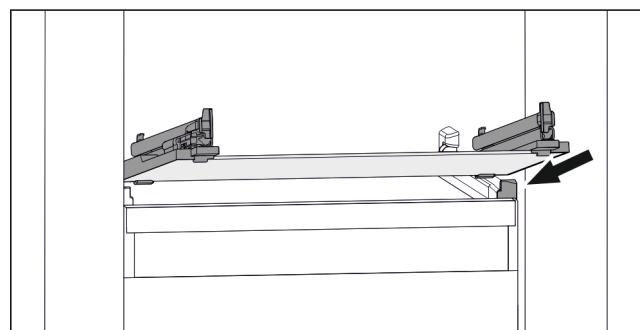

Fig. 159 Reprezentare exemplificativă a plăcii de sticlă
- Așezați placa de sticlă oblic în spatele opritoarelor. (vezi Fig. 159)